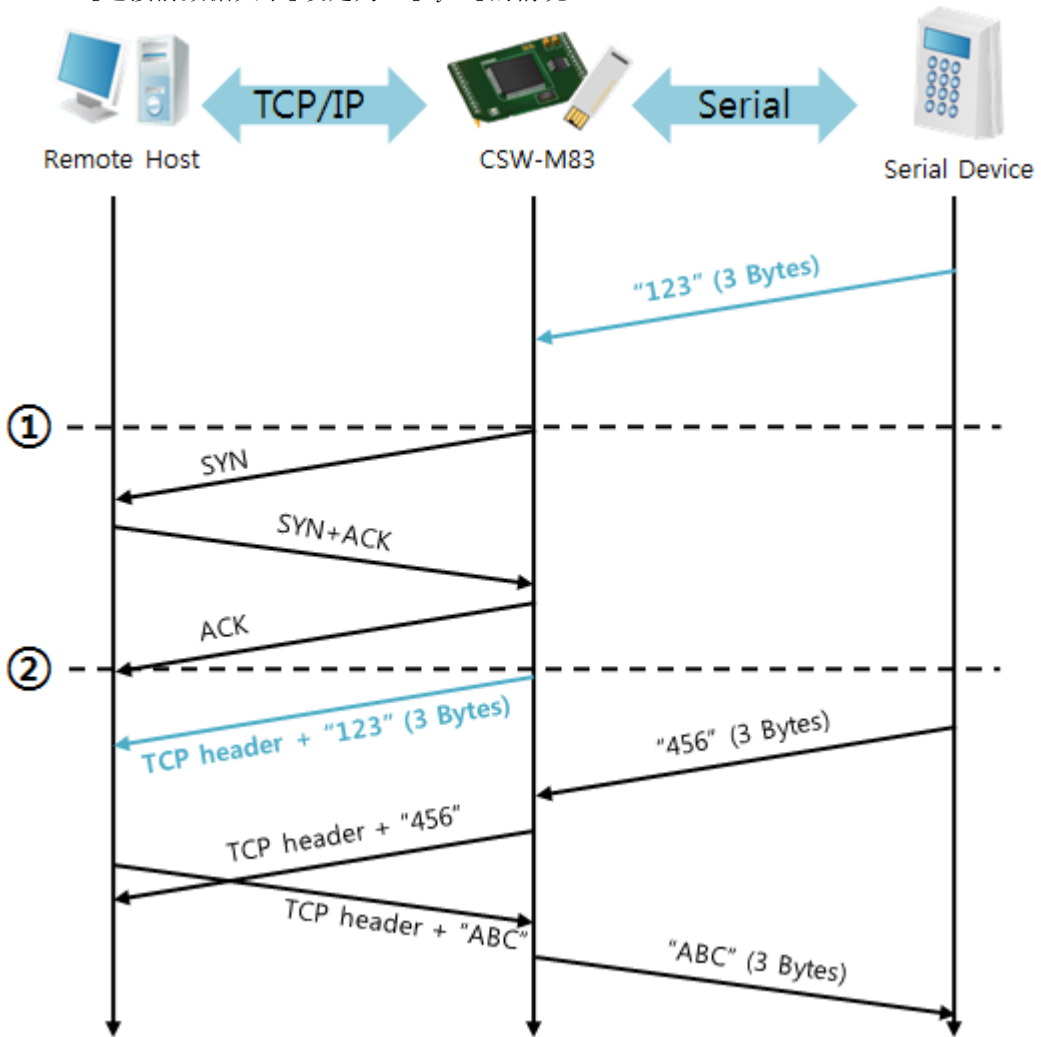

图 5-5 连接前数据大小为5的情况
如图5-5所示，数据达到1字节时CSW-M83将发送连接邀请。此外在TCP连接邀请完成前自(②)前进入的数据“123”[连接前数据大小]为0之外的设定，完成连接后传送到远程HOST。